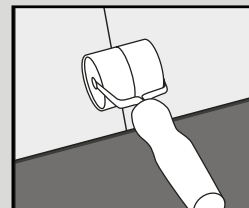

Fig. 4
5. Ga door met het leggen van de planken naar de andere kant van de ruimte tot de rij compleet is; gebruik een handroller als hulpmiddel. (Fig. 4) Alleen